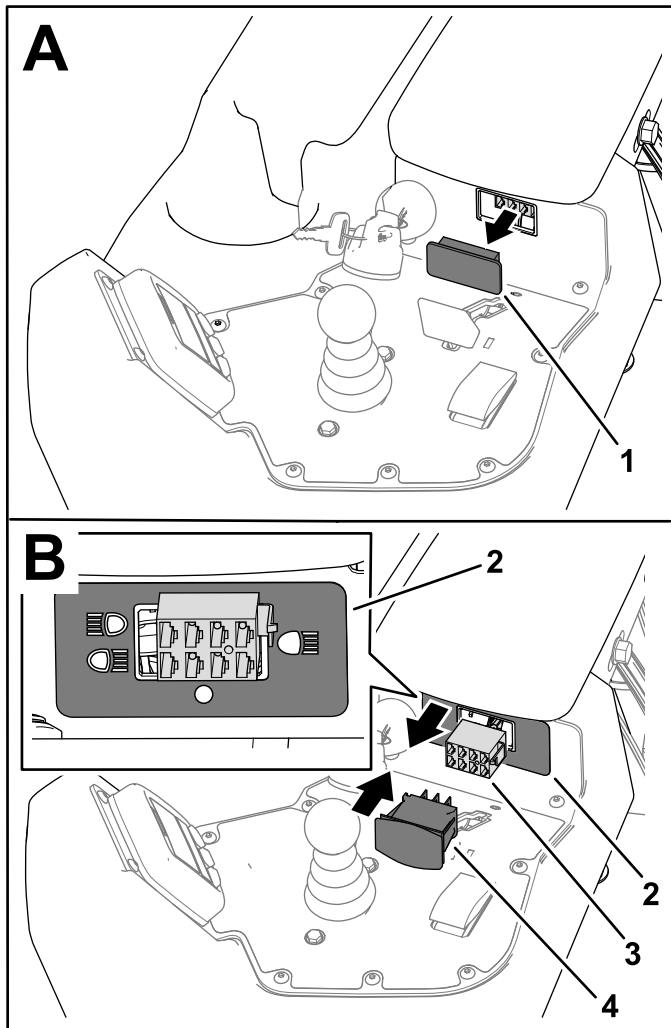

Figura 4
- Retire o tampão da consola (Figura 4).
- Instale o autocolante (peça n.º 131-2046) como se mostra na Figura 4.
Observe a orientação correta do autocolante como se mostra na Figura 4.
- Ligue o conector de cablagem rotulado WORK LIGHT SWITCH ao interruptor (Figura 4) e instale o interruptor.